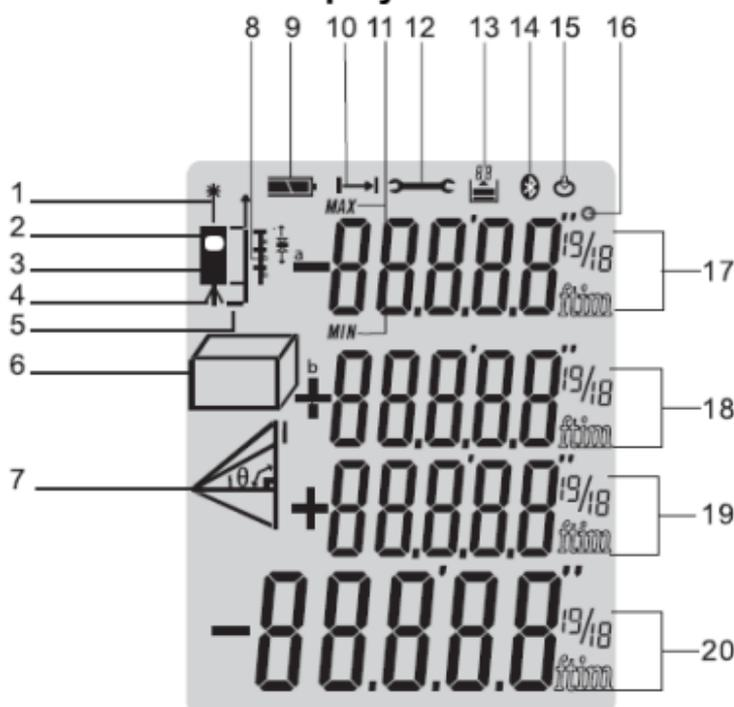
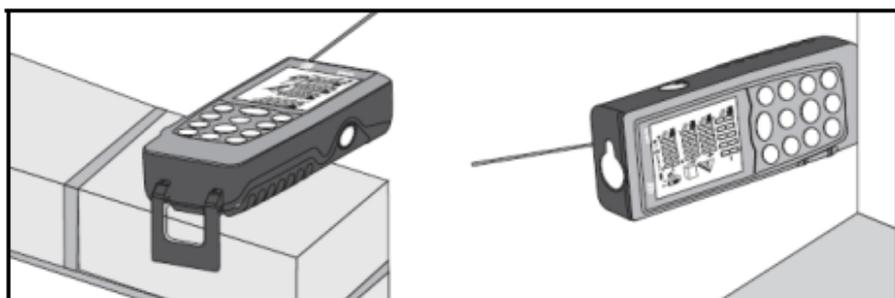
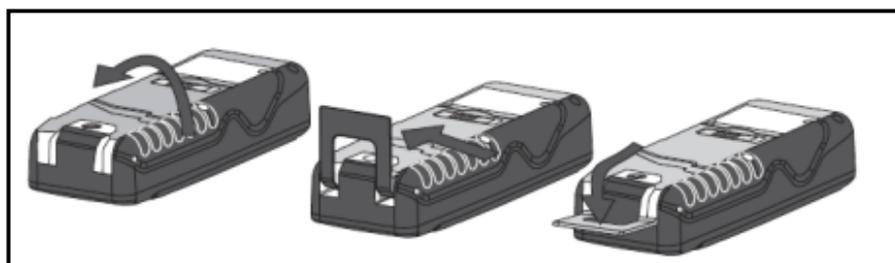

Fig. 2: Descrizione simboli a display
Fig. 3: Misura distanza su lati e angoli
Fig. 4: Apertura leggio per misura su angoli
- **Treppiede** → (vedere Fig. 2 – Pos. 4) Tenere premuto il tasto  per 2s. La misura è eseguita dal foro di inserimento del treppiede
- **Livello strumento + leggio** → Lo strumento è dotato di un leggio apribile per appoggiare comodamente l'unità a superfici piane (vedere Fig. 3). Con leggio in posizione  $90^\circ$ , spostarlo delicatamente verso destra e aprirlo completamente (vedere Fig. 4). In questa posizione, appoggiando lo strumento su un angolo o scalino esso si configura automaticamente con il livello mostrato in Fig. 2 – Pos. 5). Spostare ancora delicatamente sulla destra e ruotare il leggio per richiuderlo sullo strumento